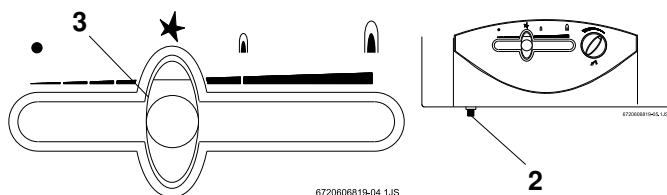

Fig. 4
a) Accendere la fiamma (Fig. 4)